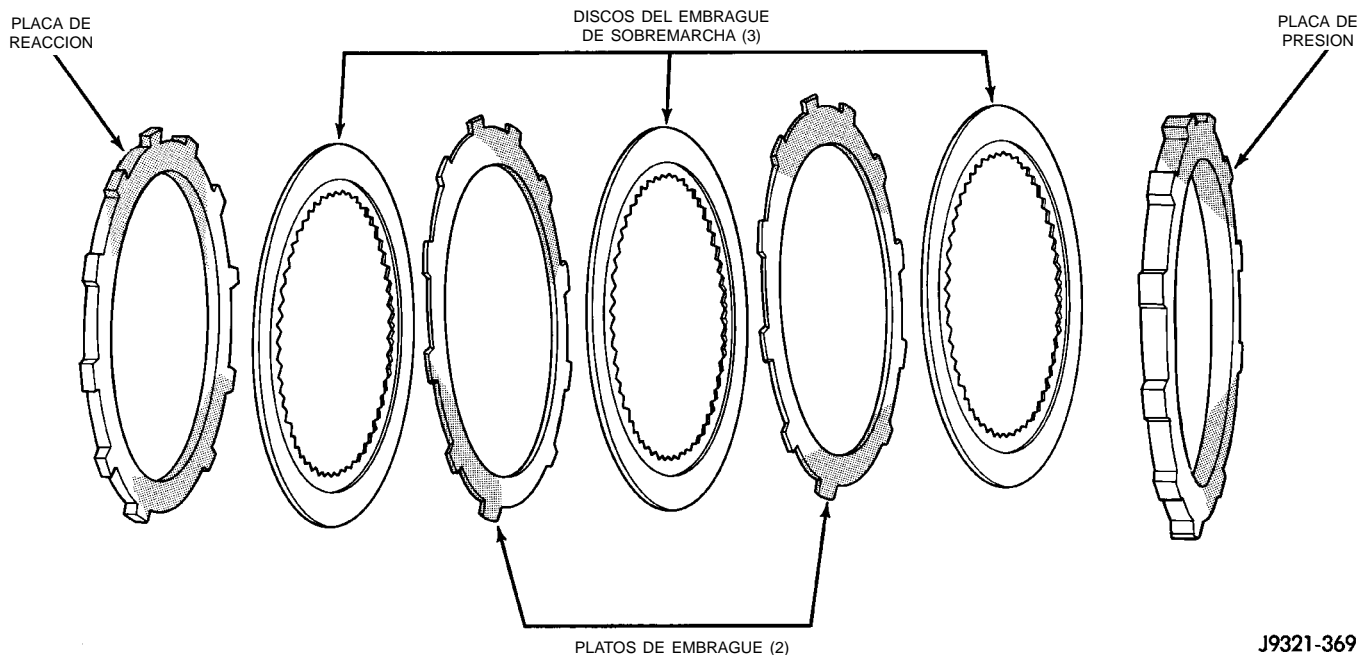

Fig. 252 Componentes del embrague de sobremarcha de la 42RE
(3) Ensamble el conjunto del embrague de sobremarcha (Fig. 252).
(4) Instale primero la placa de reacción del embrague de sobremarcha.